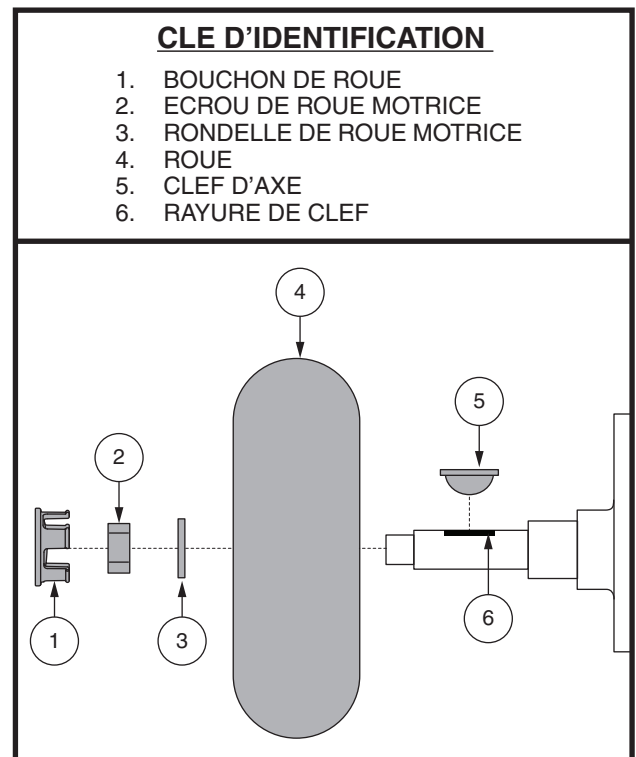

Figure 29. Enlèvement de la roue motrice
3. Enlever le bouchon de roue, l'écrou et la rondelle de roue motrice sur l'essieu. **Voir la figure 29.**
4. Retirez les écrous de la roue motrice de la moyeu. **Voir la figure 29.**